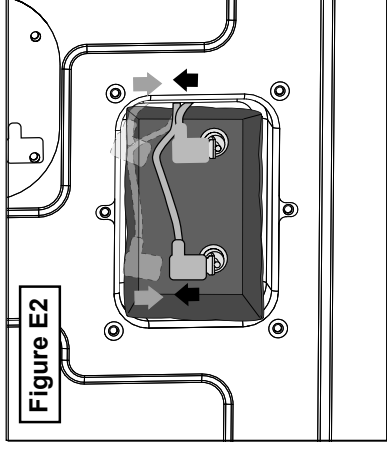

Figure E2
- Unplug the two (2) connectors from the element. See Figure E2.
- Plug the two (2) connectors from the element to the body. See Figure E2.
- Débranchez les deux (2) connecteurs de l'élément. Voir la figure E2.
- Branchez les deux (2) connecteurs de l'élément au bâti. Voir la figure E2.
- Desconecte los dos (2) conectores del elemento. Vea la figura E2.
- Enchufe los dos (2) conectores del elemento al cuerpo. Vea la figura E2.